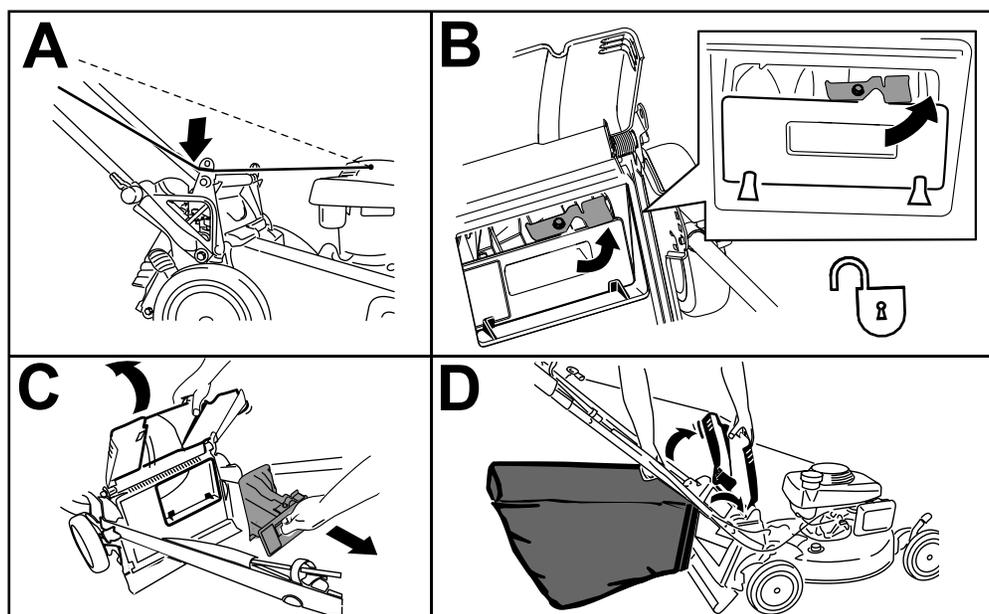

Figure 23
Remarque: Pour déverrouiller l'obturateur arrière, tournez le levier vers la droite (Figure 23).
1. Faites passer le câble du lanceur autour du guide inférieur (encadré A de la Figure 23).
2. Soulevez le déflecteur arrière et maintenez-le dans cette position puis retirez l'obturateur arrière (encadré B de la Figure 23).
3. Retirez l'obturateur arrière (encadré C de la Figure 23).
4. Accrochez le bord supérieur avant du bac aux ergots sur les crans des supports de poignée (encadré D de la Figure 23).